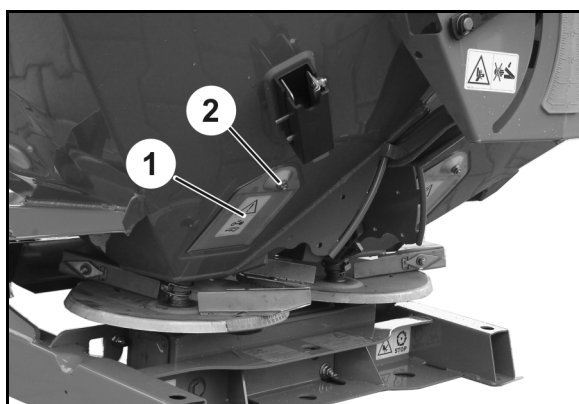

Fig. 87
Til tømning af restmængder er **ZA-X** udstyret med 2 tømningssklapper (Fig. 87/1).
2. Løsn møtrikken (Fig. 87/2).